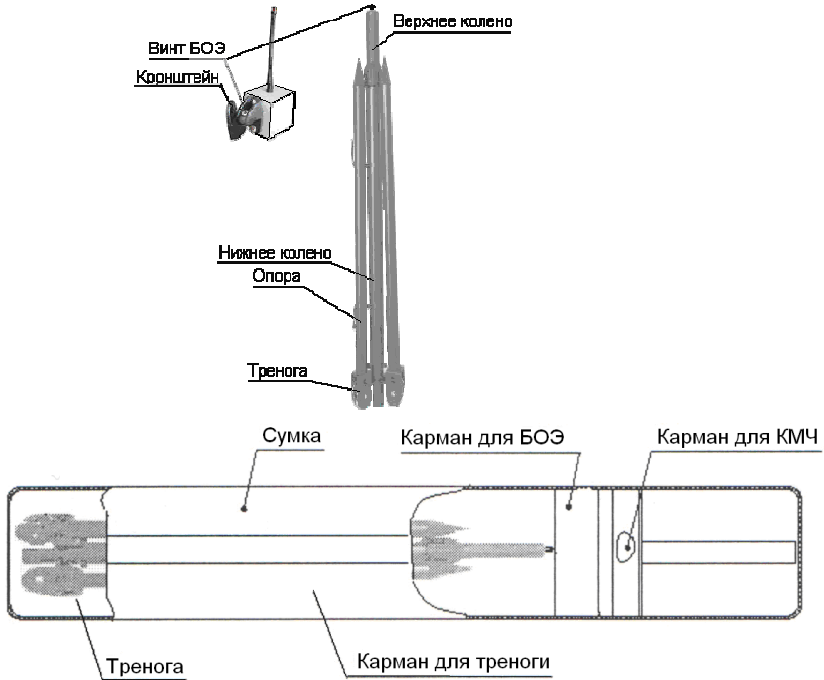

Рисунок 3.6
- выкрутить винт из кронштейна и вкрутить его в верхнее колено треноги, рисунок 3.6;
- уложить треногу и БОЭ в сумку, рисунок 3.6.